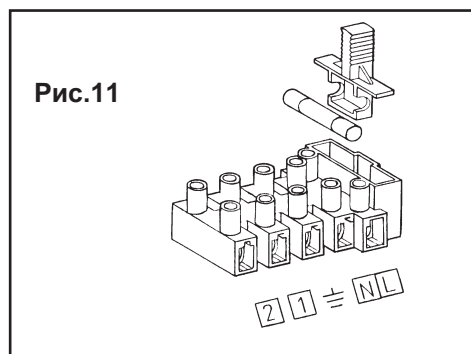

Рис.11
(1) и (2) = клеммы подключения комнатного термостата
- откройте доступ к клеммам подключения электропитания (рис.11) как описано выше
- удалите перемычку между клеммами (1) и (2)